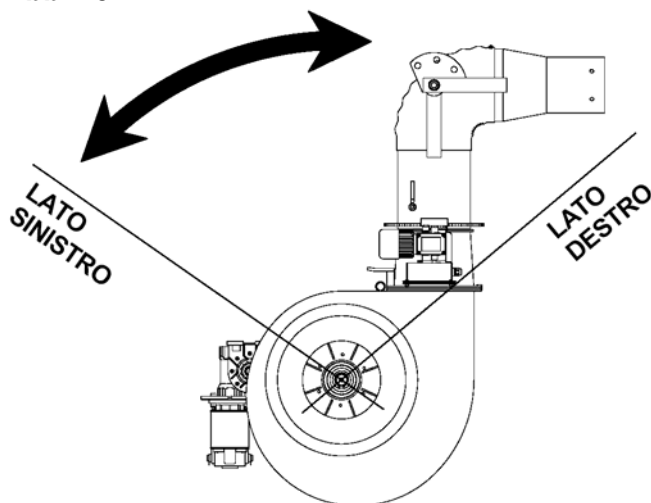
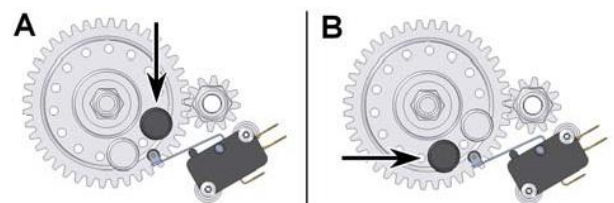

Abb. 41
Abb. 43
Der lange Nocken (32mm) betätigt den Endschalter 'A' RECHTE SEITE. Der kurze Nocken (21,6mm) betätigt den Endschalter 'B' LINKE SEITE. (**Abb.41**)
3. Das Gebläse auf die RECHTE SEITE bringen (**Abb.41**), wobei man den maximalen Raum zwischen der Kanone und der Bordwand des Fahrzeugs ausnutzt. Den längeren Nocken in dem Loch einschrauben, das sich näher am Endschalter 'A' befindet. Die korrekte Position des Nockens im Bezug zum Endschalter 'A' ist in der **Abb.43 – A** beschrieben.
4. Das Gebläse auf die LINKE SEITE bringen (**Abb.41**), wobei man den maximalen Raum zwischen der Kanone und die Steuergruppe ausnutzt. Den kürzeren Nocken in dem Loch einschrauben, das sich näher am Endschalter 'B' befindet. Die korrekte Position des Nockens im Bezug zum Endschalter 'B' ist in der **Abb.43 – B** beschrieben.